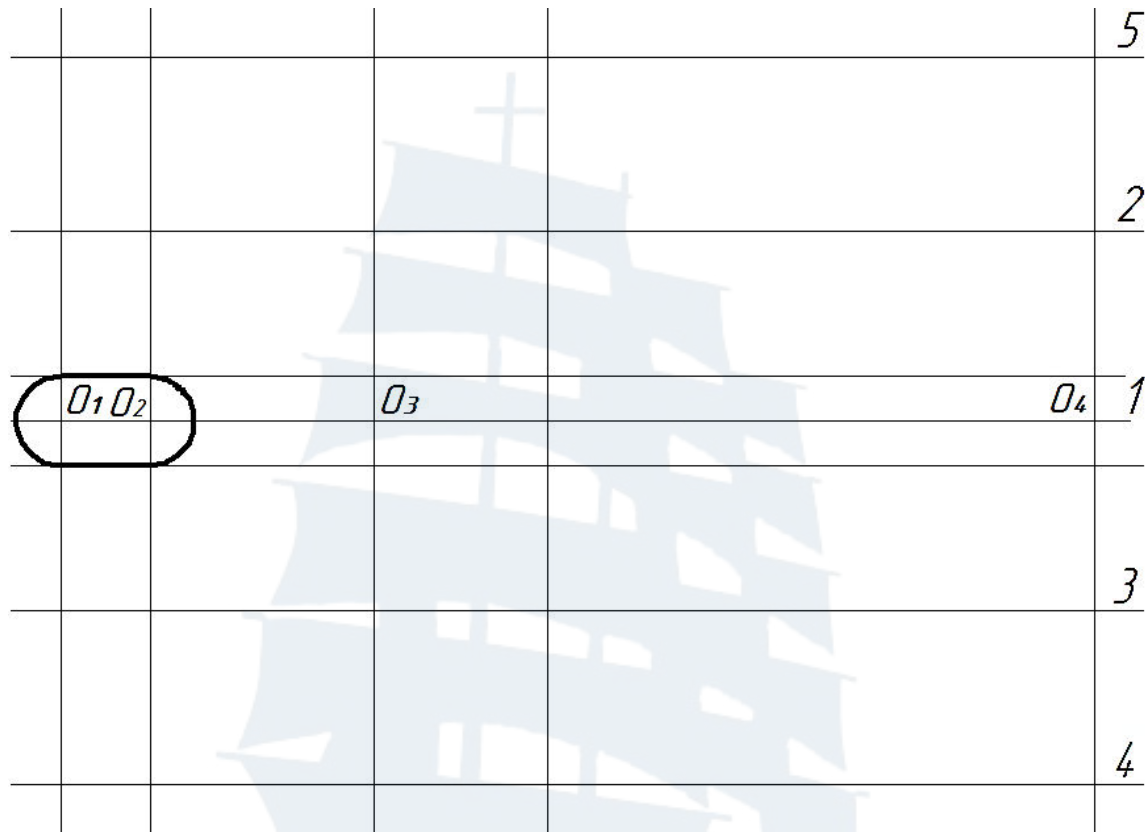

Рис. 122
6. Используя команду **Отрезок**, построить касательные (рис. 122) к дугам, построенным согласно пунктам 4 и 5 (выше и ниже вспомогательной прямой 1).